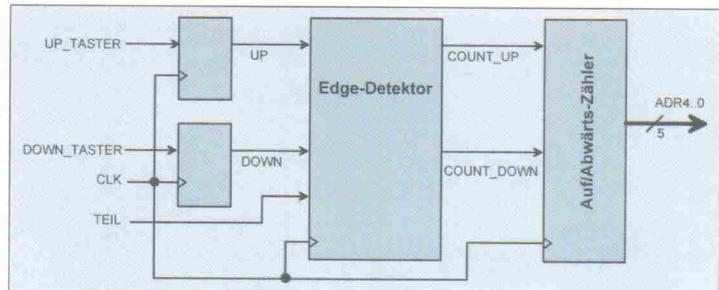

Bild 3. Blockschaltbild des Moduls FREQ_SEL.
Das Modul FREQ-SEL ist für die Wahl der Frequenzwerte innerhalb der ROM-Tabelle verantwortlich. Die Struktur dieses Moduls zeigt Bild 3. Ein 5 Bit breiter Zähler wird über die beiden Steuer-Signale COUNT_UP und COUNT_DOWN inkrementiert beziehungsweise de-
– Die Tasten werden angesichts der hohen Taktfrequenz von 4 MHz mit Sicherheit über einen längeren Zeitraum als eine Taktperiode betätigt. Um das mehrmalige Triggern des Adreßzählers bei einer längeren Tastenbetätigung zu verhindern, wird eine spezielle Steuerung eingebaut. Sie detektiert die Betätigung der jeweiligen Taste und erzeugt unabhängig von der Betätigungszeit einen einmaligen Impuls von einer Taktperiode. Diese Aufgabe übernimmt der Block 'Edge-Detektor' (Bild 3).